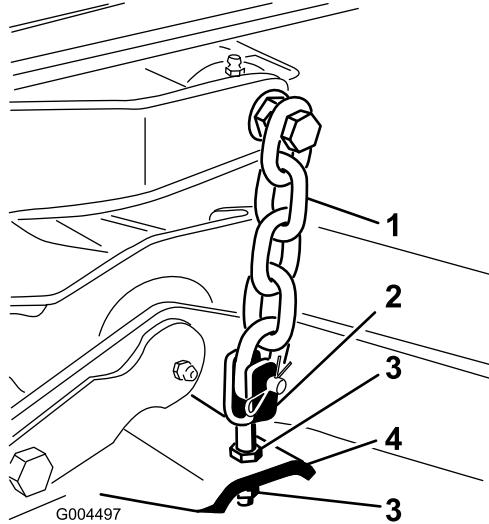

Figura 24
- Ajuste las contratuerca que fijan las horquillas/cadenas al cortacésped hasta que el cortacésped quede nivelado (Figura 24).
7. Ajuste las contratueras que sujetan las horquillas/cadenas de la parte trasera del cortacésped para elevar la parte trasera, hasta que la inclinación de las cuchillas sea de 8 mm (Figura 24).